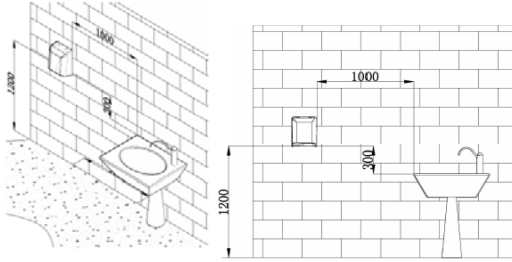

FIG 1:FIG 2:
2. Retirer la carcasse comme indiquée sur la Fig. 1.